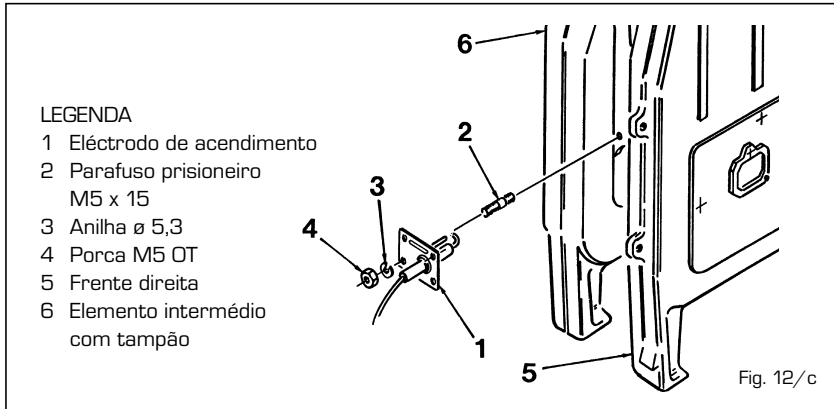

Fig. 12/c
Ligar o grupo gás ao coletor dos queimadores com indicado na fig. 12. O grupo gás tanto pode ser montado no lado direito como no lado esquerdo do coletor.
2.13 MONTAGEM DO PAINEL DE COMANDOS (fig. 12/a)
2.14 MONTAGEM DO QUADRO ELÉCTRICO (fig.12/b)
do grupo gás, fixando-o aos dois parafusos prisioneiros (fig. 12/c). Executar a mesma operação para o eléctrodo de detecção que irá para o furo que se encontra entre a frente e o intermédio, na outra extremidade do corpo.